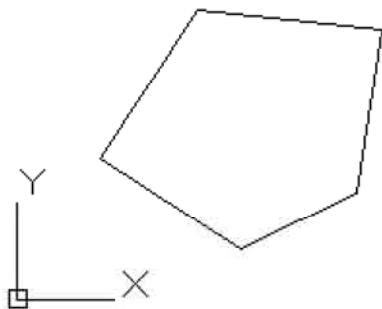

图 5-42
(1) 用【多段线】命令绘制图形,如图 5-42 所示。
(2) 单击【修改】面板中的【圆角】按钮,也可以在命令输入行中输入 fillet 命令后按 Enter 键,还可以选择【修改】|【圆角】菜单命令。命令输入行的提示如下: